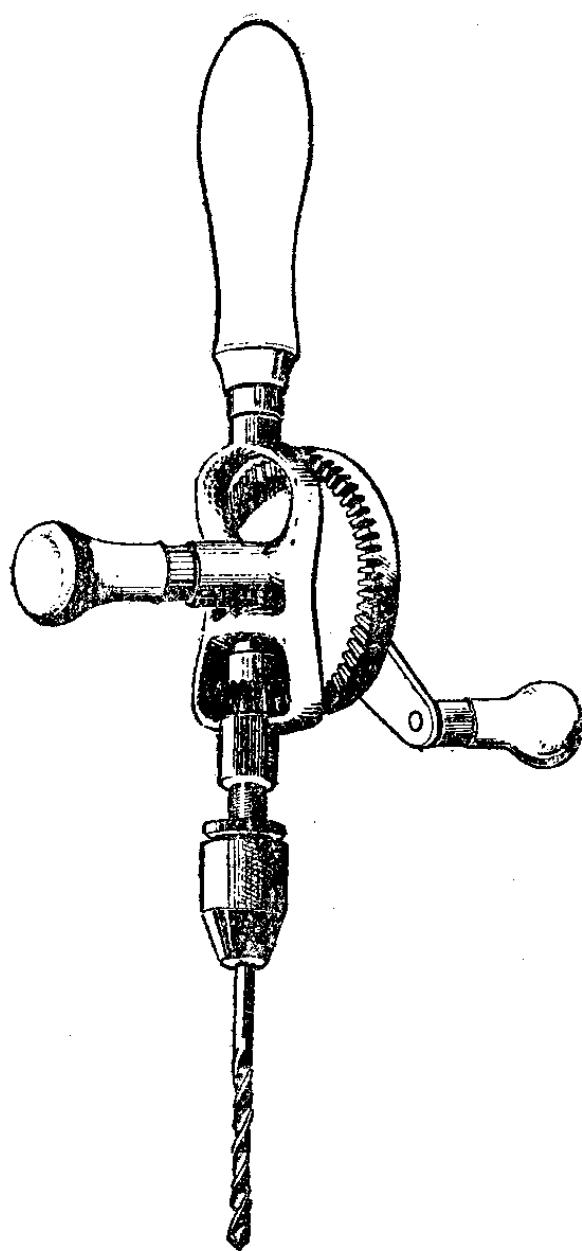

图 2-3
3. 手搖钻：手搖钻的主要用途是用来在鐵板或木板上钻孔，如图 2-3。必須注意，钻木板的钻头不能用来钻鐵板，而钻鐵板的钻头可以钻木板。在用手搖钻钻孔之前，先在物件上标出钻孔的位置，否則在不应当钻孔的地方一旦钻出了孔，就很难补救，甚至使一块有用的材料成了废品。正确的钻孔方法是先在物件上用磨得很尖的鋼絲标出孔心的位置。但不能馬上在标好的标记上钻孔，因为鐵板表面平滑，钻头在旋转时，很可能会从預先标出的中心点滑掉，这样，就会使钻出来的孔不能正好位于需要钻孔的地方。为了防止这样的事情，應該先用中心冲或尖端較硬的釘子在鋼絲标出的地方打一个小凹点，钻孔时钻头尖放在小凹点上就不会滑掉了。另外在钻孔时，整个手搖钻必須与鐵板垂直，否则钻头容易断掉，或者使钻出来的孔发生偏斜。钻孔的时候不能貪快而用劲过大，劲用得过大也容易折断钻头的。